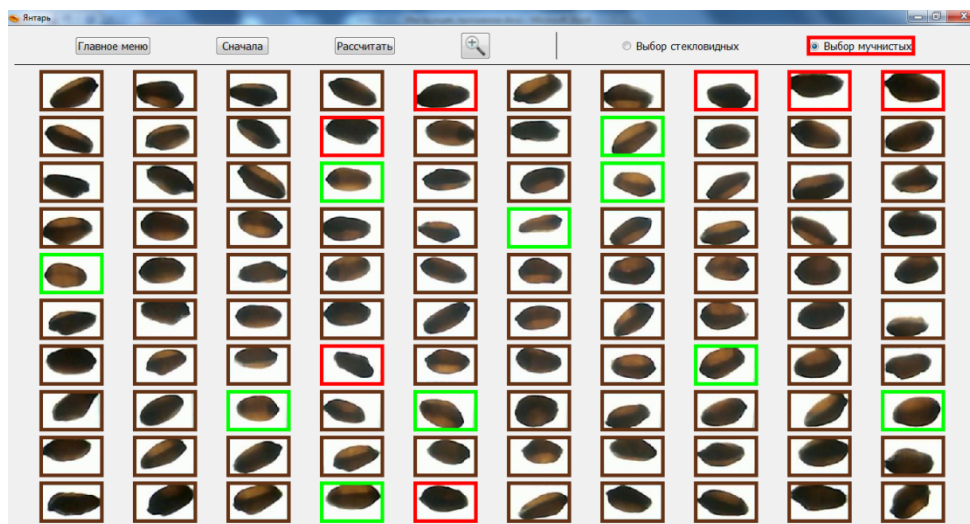

Рисунок 6.5. Выбор мучнистых зерен.
- нажать кнопку «Выбор мучнистых», расположенную в правой верхней части открытого окна (Рисунок 6.5);
- выбрать все мучнистые зёрна, щёлкнув по каждому один раз. Каждое зерно после щелчка выделяется красной рамкой (Рисунок 6.5). Если необходимо отменить выбор, то следует повторно щелкнуть по изображению выбранного зерна.